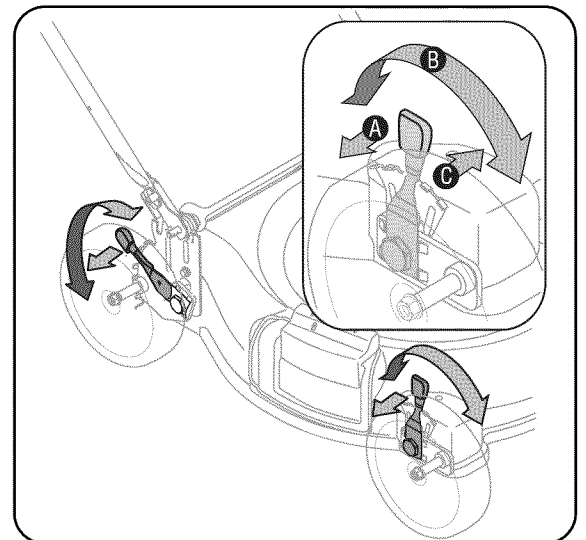

Figura 3-4
- b. Muévala a cualquier otra de las nueve posiciones para la altura de corte deseada. Vea la Figura 3-4.